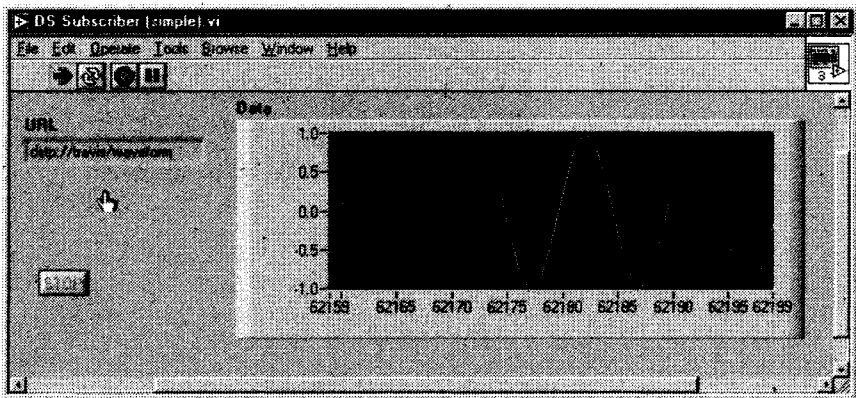

Рис. 14.20
3. Создайте считывающий виртуальный прибор, как изображено на рис. 14.20 и 14.21. Обратите внимание на необходимость создания константы на блок-диаграмме для информирования функции **DataSocket Чтение** о типе ожидаемых данных.